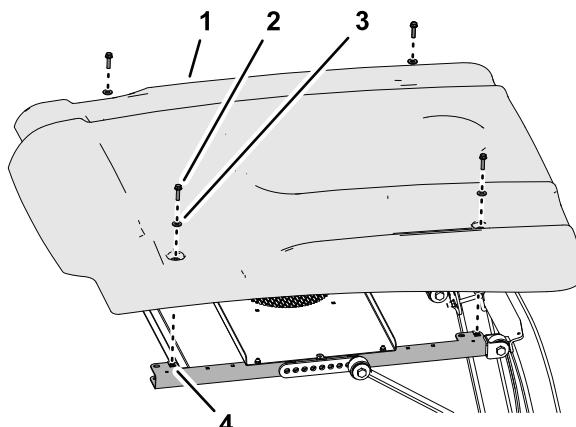

Figura 10
2. Instale el toldo en los perfiles del bastidor (Figura 10) con los 4 pernos con arandela prensada (5/16" x 1 1/4") y 4 arandelas (5/16") que retiró en 2 Retirada del toldo \(página 2\).